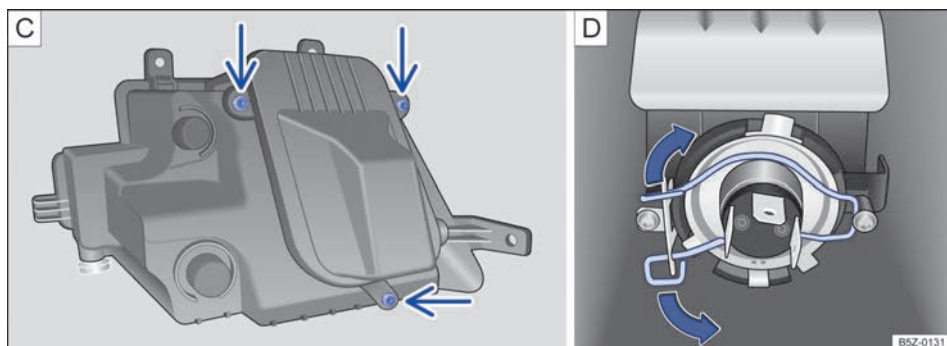

Fig. 155 No para-choque dianteiro: Ⓒ retirar os parafusos da cobertura da lâmpada e Ⓓ lâmpada do farol de neblina.
5. Retirar os parafusos indicados pelas setas → Fig. 155 C, para acessar a lâmpada do farol de neblina.
Comprimir a mola de travamento no sentido da seta e deslocá-la para destravar a lâmpada → Fig. 155 D.